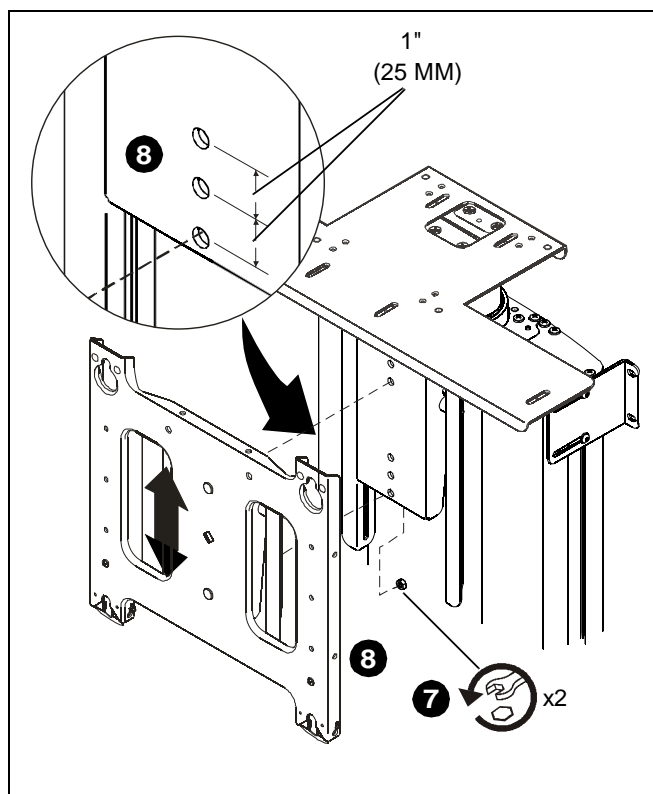

рис. 4
7. Открутите две контргайки, закрепляющие лицевую панель на монтажном кронштейне лицевой панели. (см. рис. 4)
8. Переместите лицевую панель на один набор отверстий выше, чтобы настроить положение на 1 дюйм, или на два набора отверстий выше, чтобы настроить положение на 2 дюйма. (см. рис. 4)